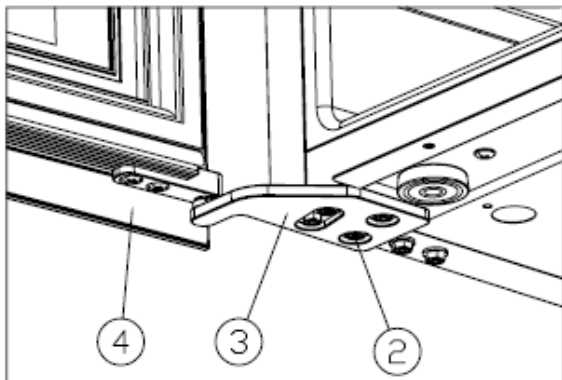

Abbildung 5
- ✧ Montieren Sie das rechte obere Scharnier ③ und ziehen Sie die Schrauben M5*16 ② fest [Abbildung 5].